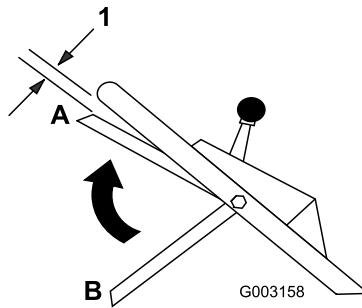

Figure 17
9. Relevez la barre de commande pour l'amener à environ 2,5 cm du guidon (voir position A à la Figure 17).